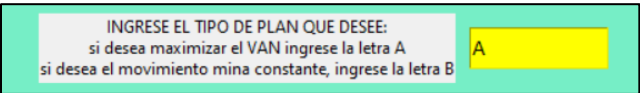

Figura 29: Selección en la Interfaz Gráfica de la opción "A".
- Solución Maximizadora del VAN: si el usuario desea encontrar la solución de la política de leyes de corte que permitan consumir todos los recursos mineros, pero que al mismo tiempo entreguen el mayor VAN posible, debe seleccionar esta opción. (pero no asegura que el vector de leyes de corte optimo sea constante o uniforme), para esto debe escribir la letra "A" (en mayúscula o minúscula) en la interfaz gráfica (ver Figura 29).